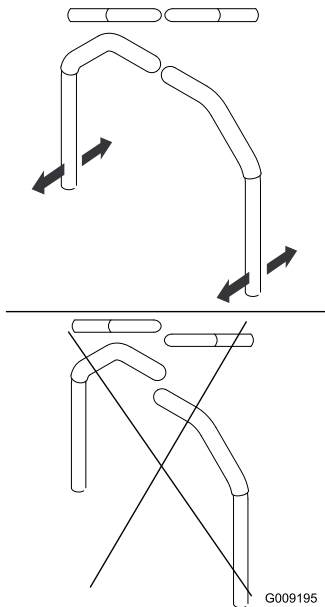

Figure 58
4. Réglez l'alignement avant/arrière des leviers en les plaçant simultanément à la position POINT MORT, puis faites-les coulisser jusqu'à ce qu'ils soient alignés et resserrez les boulons (Figure 58).